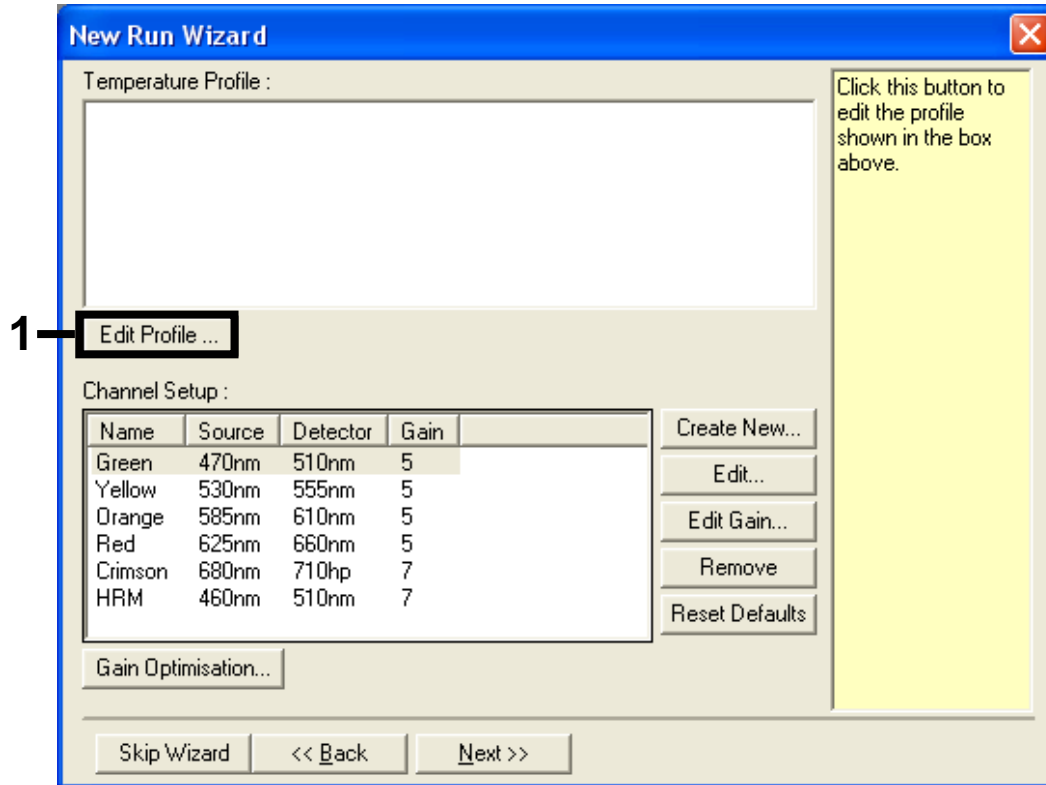

Figure 23. Modification du profil (1).
5. Cliquer sur le bouton « Edit Profile » (modifier profil) dans la boîte de dialogue « New Run Wizard » (assistant nouvelle analyse) (figure 23) puis vérifier les paramètres de l'analyse conformément aux informations contenues dans les étapes suivantes.